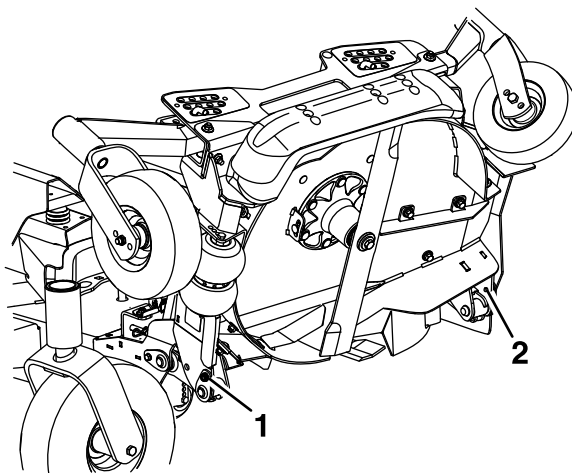

Figura 82
7. Afloje los pernos que fijan los pasadores de giro superiores a la carcasa, pero **no retire** los pernos (Figura 82).
18. Retire y guarde los pernos de los puntos de giro inferiores (Figura 82 y Figura 85).